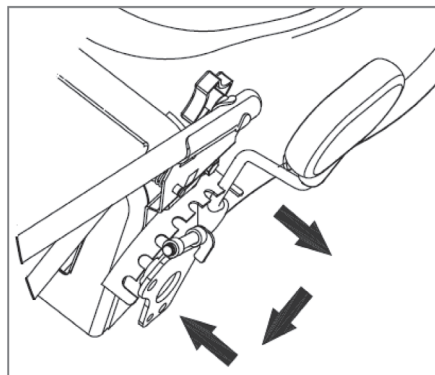

Рис. 14
- Установите его в любое из 7 положений для достижения желаемой высоты кошения, в паз на фиксирующей пластине (рис. 14).